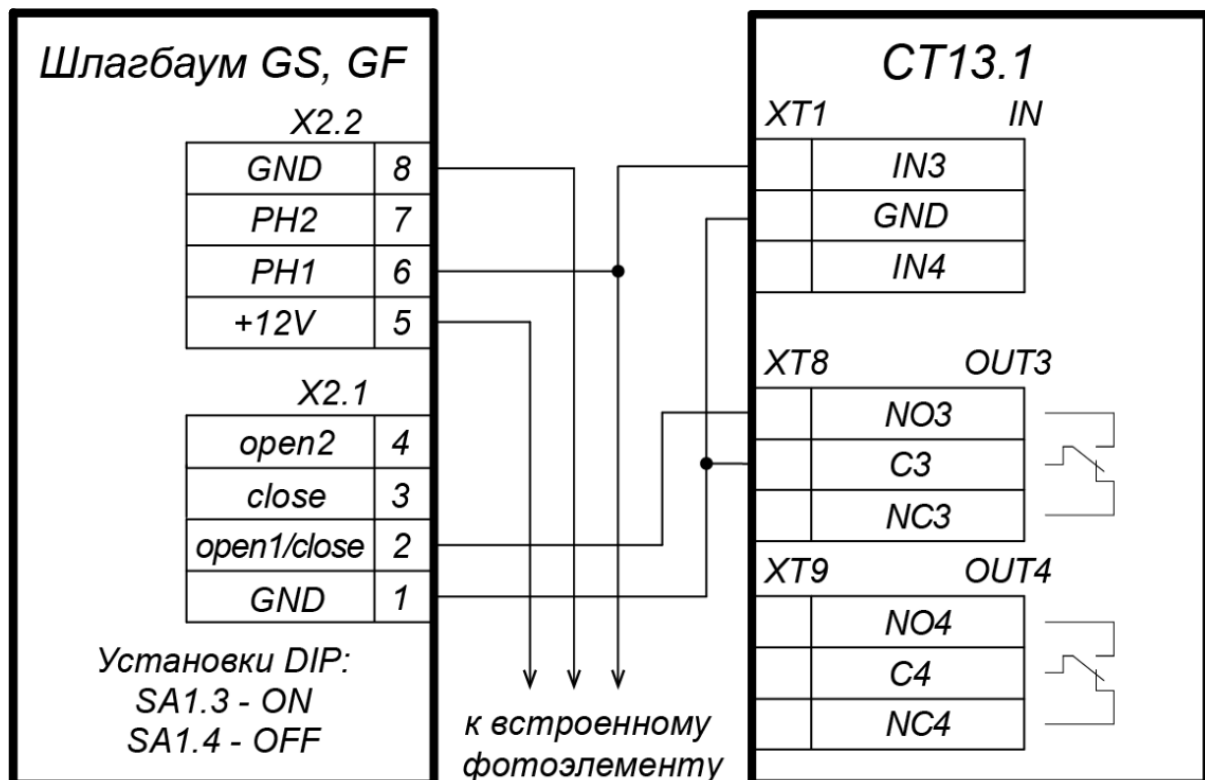

Рисунок 19. Схема подключения второго ИУ – шлагбаума к контроллеру ЭП
2. Схема подключения шлагбаума *PERCo* представлена на рис. 19. В качестве датчика проезда используется ИК-датчик безопасности, штатно подключаемый к плате управления шлагбаума.